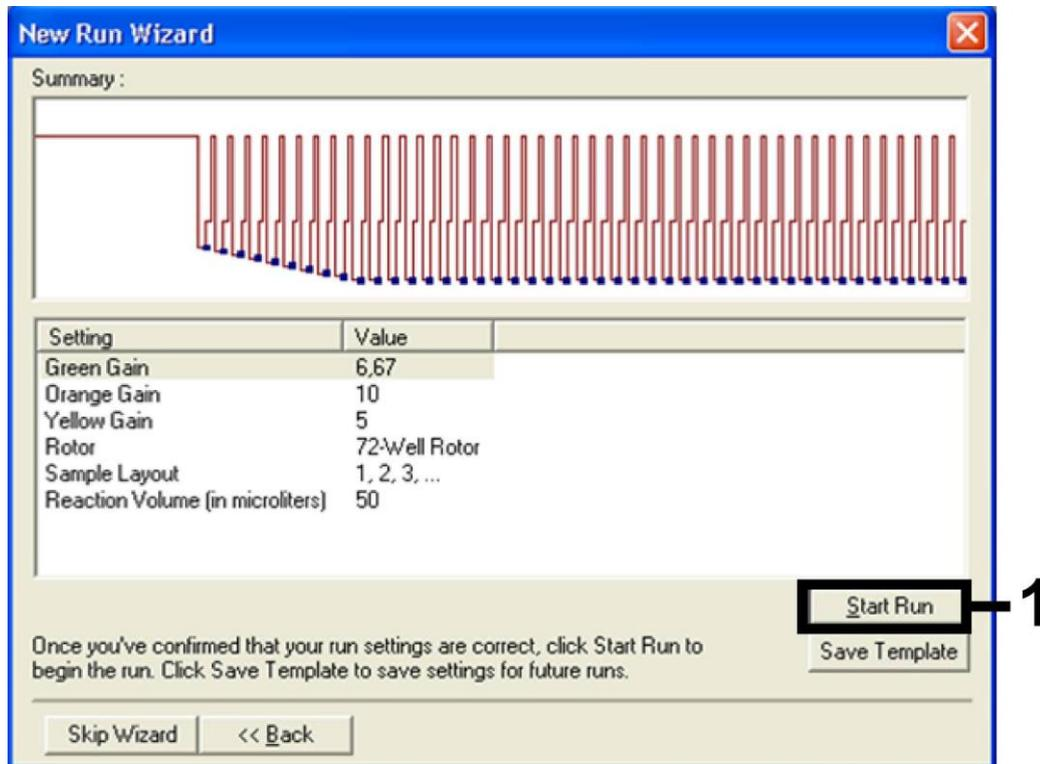

Abbildung 9. Starten des Laufs.
Start des Laufs	Abbildung 9
10. Die durch die Kanal-Kalibrierung ermittelten Gain-Werte werden automatisch gespeichert und sind im letzten Dialogfenster der Programmierung aufgeführt (siehe Abb. 9). Klicken Sie auf "Start Run" („Lauf starten“).